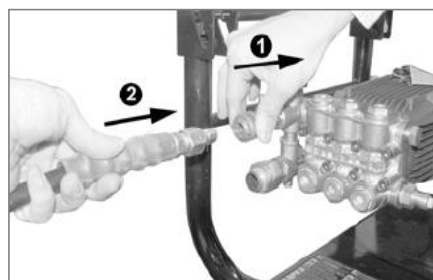

Рис. 6
4.3 Подсоедините шланг 2 (рис.6) высокого давления к выходному патрубку насоса высокого давления 1 с помощью быстросъемного соединения.